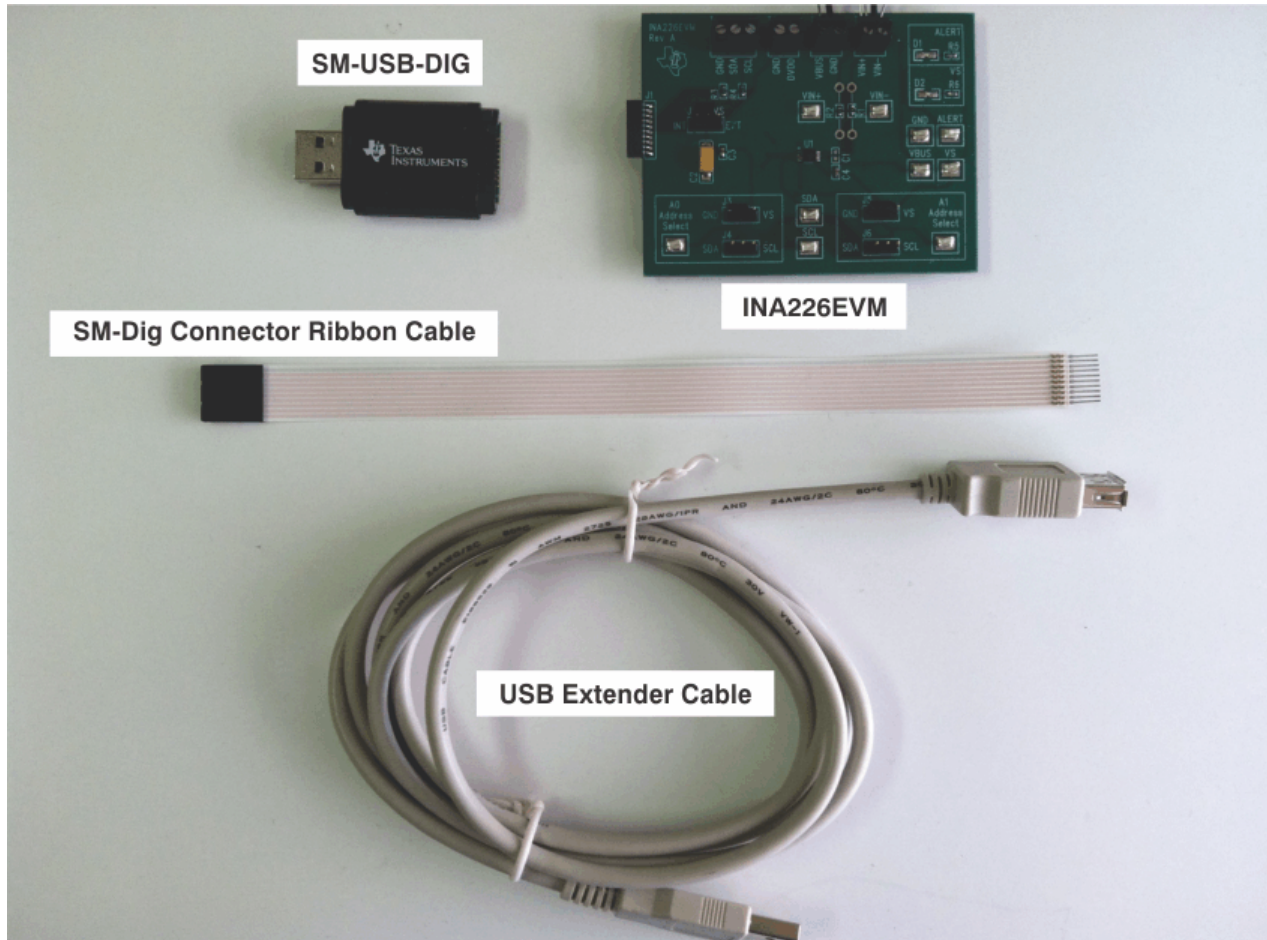

图 2-1. INA226EVM 套件附带的硬件
表 2-1 汇总了 INA226EVM 套件包含的物品。图 2-1 显示了所有包含的硬件。如果缺少任何元件，请与德州仪器 (TI) 客户支持中心联系。TI 还强烈建议查看 TI 网站 (www.ti.com) 上的 INA226 产品文件夹，以验证您拥有相关软件的新版本。